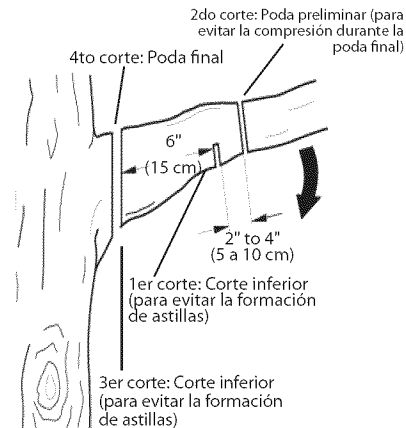

Figura 20- Poda de una rama
1. Haga el primer corte a quince centímetros del tronco del árbol, del lado inferior de la rama. Utilice el lado superior de la barra de guía para realzar este corte. Atraviese la rama hasta llegar a 1/3 de su diámetro. (vea la Figura 20).